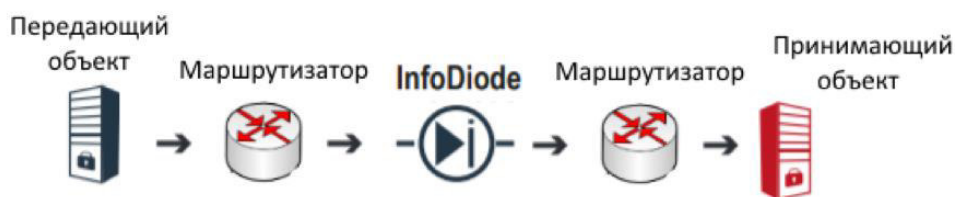

Рис. 13. Изделие установлено между граничными маршрутизаторами
**Вариант – 4: приемный и передающий объекты включены в сеть и не имеют внешних IP-адресов, Изделие установлено между граничными маршрутизаторами (Рис. 13).**